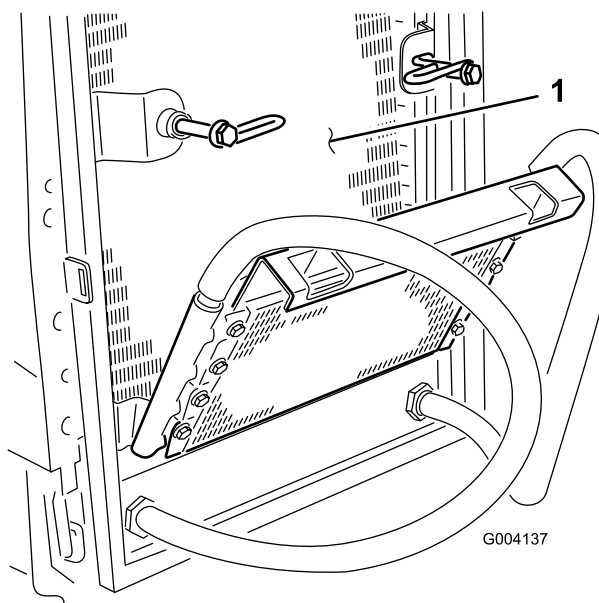

Figura 61
6. Limpie a fondo ambos lados del enfriador de aceite y del radiador (Figura 61) con aire comprimido.